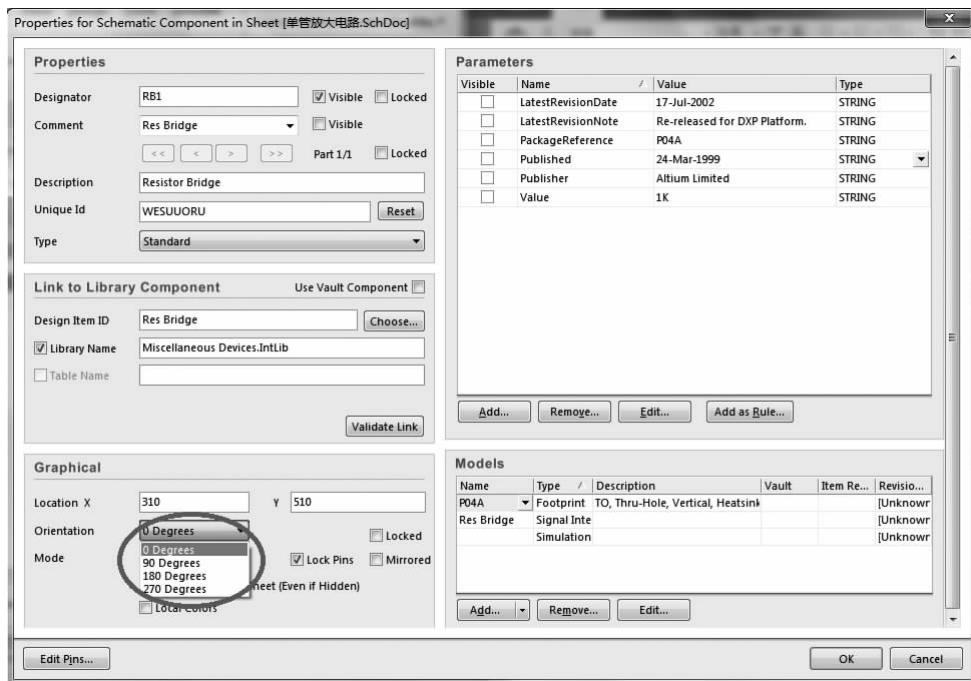

图 2-41 “Properties for Schematic Component in Sheet [单管放大电路.SchDoc]”对话框
(1) 双击需要旋转的元件，弹出“Properties for Schematic Component in Sheet [单管放大电路. SchDoc]”对话框，如图 2-41 所示。
(2) 在“Properties for Schematic Component in Sheet [单管放大电路. SchDoc]”对话框的“Orientation”下拉列表框中选择旋转角度。
方法一：在将元件放置在图纸之前，元件符号可随鼠标移动，按下Tab键，就可以打开如图2-41所示的“Properties for Schematic Component in Sheet [单管放大电路. SchDoc]”对话框，在此对话框中即可以编辑元件的属性。